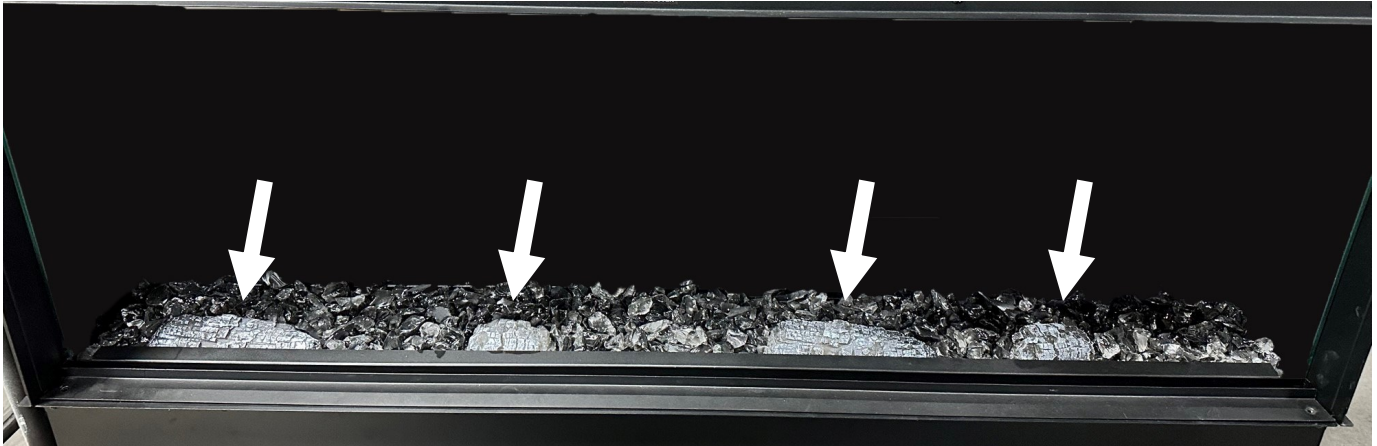

Figure 4.4 - Bûches carbonisées
- La Figure 4.4 montre les (4) bûches carbonisées installées. Elles sont placées devant les lumières à DEL du lit de braises à rougeoiement variable.